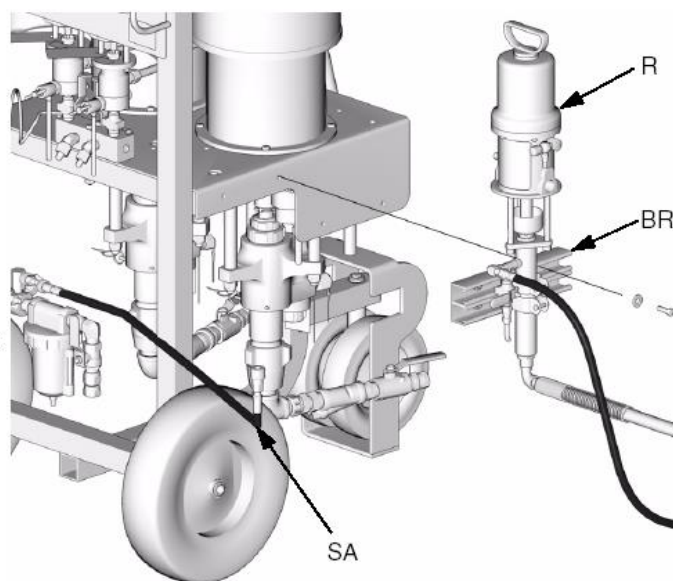

Рис. 3
Закрепите промывочный насос (R) на дозирующую установку (рис.3), либо на стене с помощью специального кронштейна (BR), входящего в комплект к 248826 на расстоянии не более 1,0 м от установки. Подключите шланг подачи воздуха (SA) от комплекта подачи воздуха (рис.2) к промывочной помпе. Подсоедините шланг высокого давления к насосу. Опустите всасывающий патрубок в контейнер для растворителя.